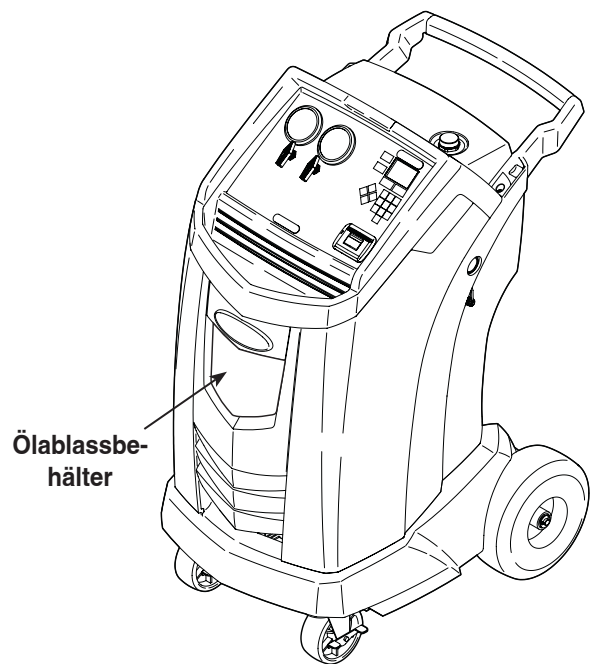

Abbildung 6
3. Nehmen Sie den Ölablassbehälter aus dem *Robinair*-Klimaservicegerät (siehe Abbildung 6). Entleeren Sie den Ölbehälter und entsorgen Sie das Altöl entsprechend den gesetzlichen Vorschriften. Bauen Sie den Ölablassbehälter wieder in das Gerät ein.